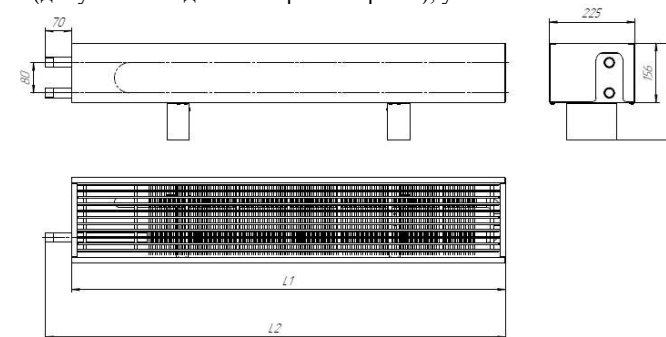

Рис. 1 – Конвектор ТЕPLA Neo Expro 156(В)х225(Г); БП.
- 1.3. Конвекторы выпускаются в концевом или проходном исполнении, с патрубками для подвода теплоносителя, расположенными с правой или левой стороны прибора, концы присоединительных патрубков гладкие (под сварку) или с раструбами с резьбой наружной G 3/4" (НР ¾) или с резьбой внутренней G 1/2" (ВР ½), габаритные и присоединительные размеры указаны в рис. 1.